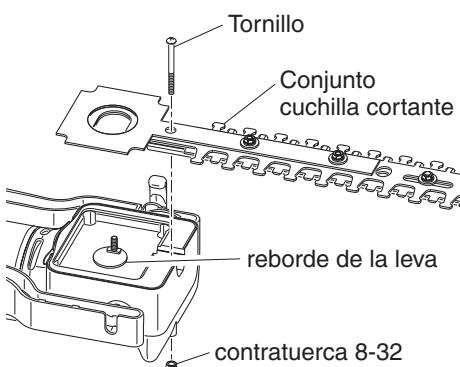

Figura 20 - Retiro del conjunto cuchilla cortante
- Retire el tornillo que sostiene al conjunto cuchilla de corte (vea la Figura 20). **IMPORTANTE:** Esté seguro de no perder la contratuerca 8-32 que asegura a este tornillo.